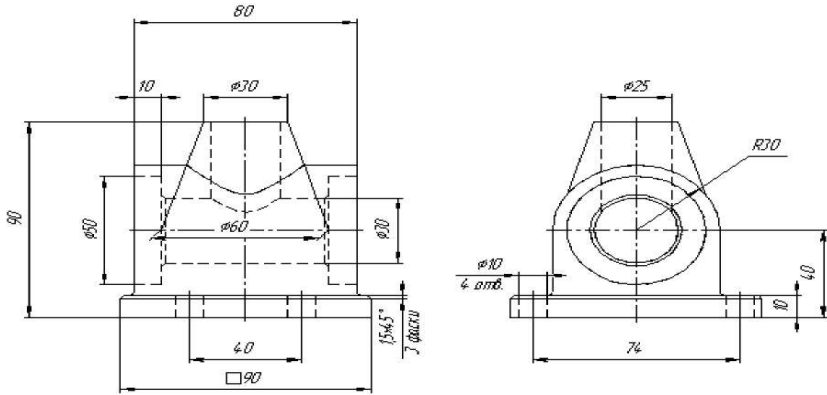

Рис. 7.25
Исходными данными для работы является чертеж корпусной детали (рис. 7.25). Как и в предыдущих лабораторных работах, трехмерная модель может быть создана несколькими вариантами. Ниже приводится один из них.
1) Используя команды трехмерного моделирования, в соответствии с исходными данными (рис. 7.25) создать модель основания, а затем выполнить в нем одно отверстие.